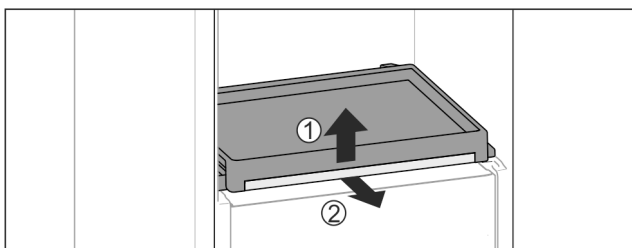

Fig. 114
- ▶ Выньте выдвижную панель со стеклянной панелью: Слегка приподнимите спереди стеклянную полку Fig. 114 (1) и потяните вперед Fig. 114 (2).